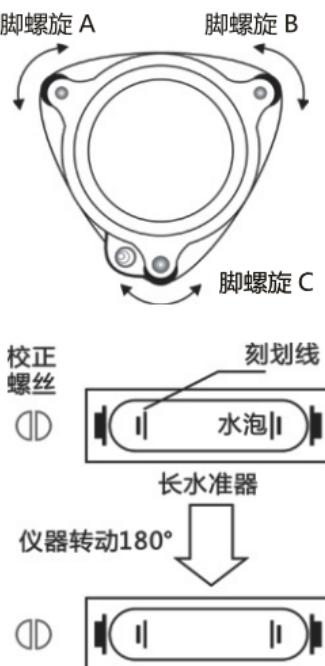

图 6
- (1) 将仪器安放于较稳定的装置上（如三脚架、仪器校正台），并固定好仪器；
- (2) 将仪器粗整平，并使仪器长水准器与基座三个脚螺旋中的两个的连线平行，调整这两个脚螺旋使长水准器气泡居中；
(3) 转动仪器  $180^{\circ}$ ，观察长水准器的水泡移动情况，如果水泡处于水准器中心，则无须校正；如果水泡移出允许范围，则需进行调整。（图 6）
- (1) 将仪器在一稳定的装置上安放并固定好；
- (2) 粗整平仪器；
- (3) 转动仪器，使仪器长水准器与基座三个脚螺旋中的两个的连线平行，并转动这两个脚螺旋，使长水准器水泡居中；
- (4) 再转动仪器  $90^{\circ}$ ，转动第三个脚螺旋，使长水准器水泡居中；
- (5) 再转动仪器  $90^{\circ}$ ，待水泡稳定，用拨针微调校正螺钉，使水泡向长水准器中心移动一半的距离；
(6) 重复(3)、(4)、(5)步骤，直至仪器用长水准器精确整平转动到任何位置，水泡都处于长水准器中心。（图6）